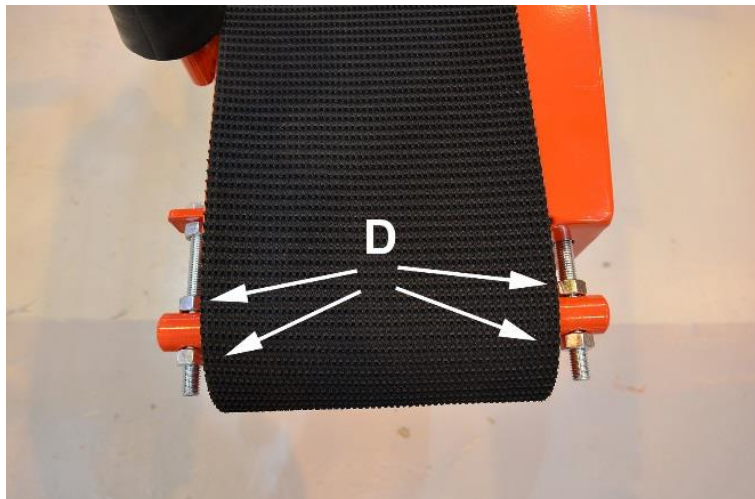

Bild 34.
9. Vänd transportören tillbaka till driftläge och dra åt bandet och justera bandet med justermutter D (bild 34).